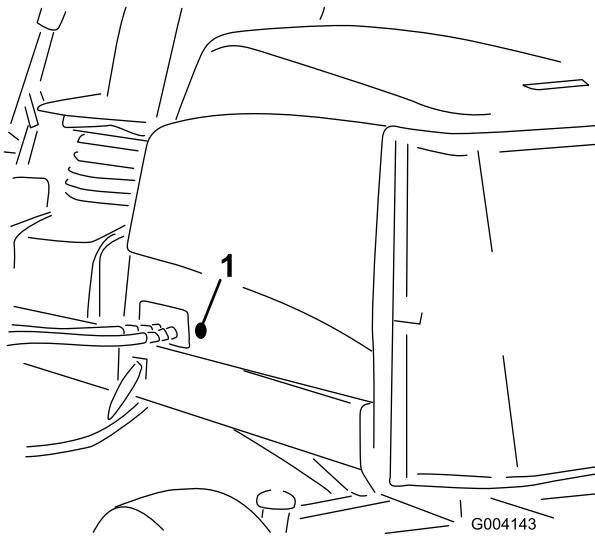

Figura 18
2. Togliete l'anello passacavi in gomma dal foro nel lato sinistro del cofano (Figura 18).